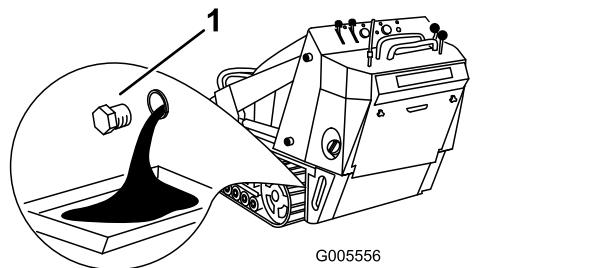

Bild 37
- Nehmen Sie die Ablassschraube ab (Bild 37).